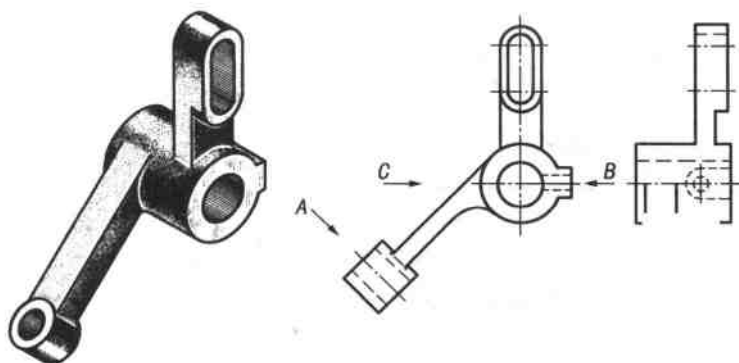

图 28
28. 根据轴测图和主视图 (图 28), 补画斜视图 *A*、局部视图 *B*, 并完成局部视图 *C*。